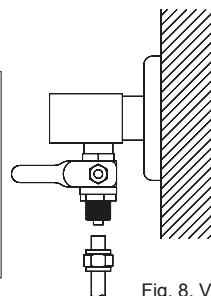

Fig. 8. Válvula de entrada a la red
- Al abrir la llave de bola ¼", se suministra agua de la red al sistema (Fig. 8.). La bomba comienza a funcionar.
Cuando no haya nadie en la vivienda, se recomienda cerrar la válvula de entrada de agua del aparato por razones de seguridad (Fig. 8).